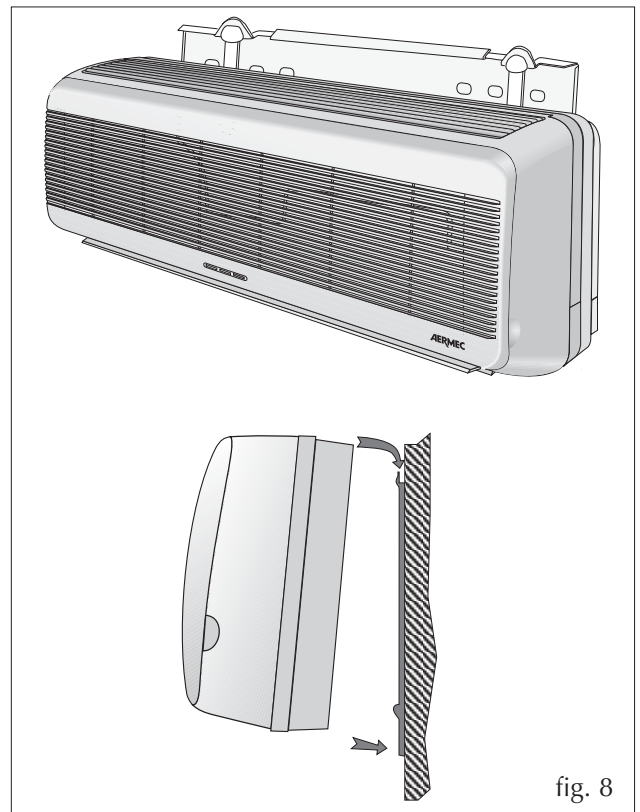

fig. 8
- g) Fixer l'unité FCW (fig. 8) au gabarit après avoir passé les tubes dans le trou ou dans les saignées pratiquées dans le mur. S'assurer que le ventiloconvecteur est en position correcte aussi bien dans le sens vertical que dans le sens horizontal.
- g) Bringen Sie den Gebläsekonvektor FCW (Abb. 8) an der Schablone an, nachdem Sie die Rohre durch die Bohrung oder die Kanäle in der Wand geführt haben. Überprüfen Sie, ob der Gebläsekonvektor in horizontaler und vertikaler Richtung richtig angebracht wurde.